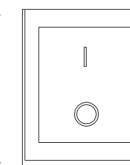

Imagen 6.8
▶ Durante la carga, encienda el interruptor de alimentación de la caja de batería de la silla de ruedas eléctrica y apague el botón de encendido del mando de control. Nota: El interruptor de encendido de la caja de batería está apagado cuando sale de fábrica. Asegúrese de encenderlo durante la carga. "I" corresponde al estado de encendido y "0" al estado de apagado, como se muestra en la imagen 6.8.
- ▶ Encienda el interruptor de alimentación de la caja de batería y pulse "I" para disponerla en estado normal de funcionamiento, como se muestra en la imagen 6.8.